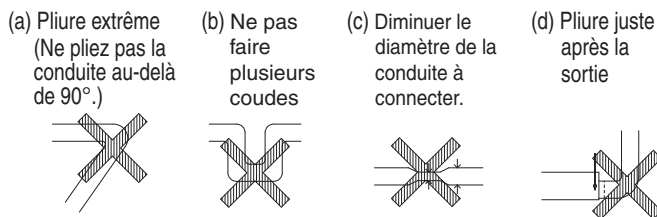

Fig. 15
- Ne raccordez pas les conduites comme indiqué sur la Fig. 15.